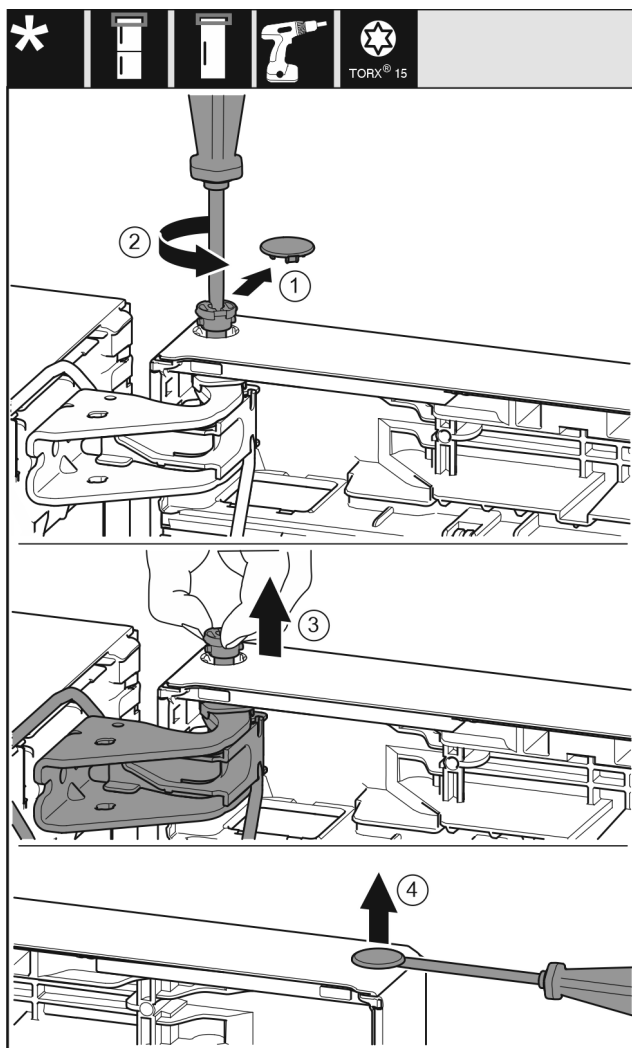

Fig. 22
- ▶ Desenroscar un poco el perno con el destornillador T15. Fig. 22 (2)
- ▶ Sujetar la puerta y extraer el perno con los dedos. Fig. 22 (3)
- ▶ Levantar cuidadosamente el tapón del casquillo de apoyo de la puerta con un destornillador para tornillos de cabeza ranurada y extraerlo. Fig. 22 (4)